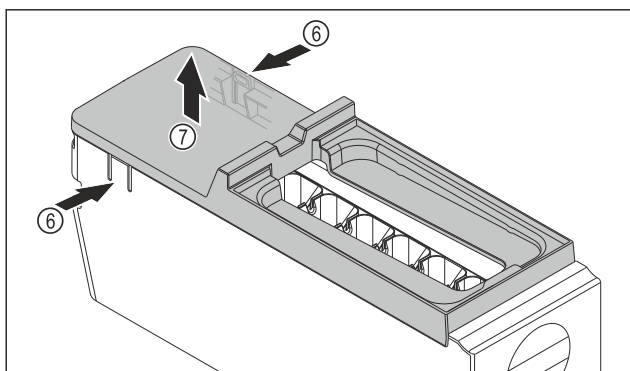

Fig. 83
- ▶ Scoateți apărătoarea corpului EasyTwist-Ice: Apăsați eclisele Fig. 83 (6) de pe ambele părți ale corpului EasyTwist-Ice cu o mână.
- ▶ Scoateți apărătoarea Fig. 83 (7) cu cealaltă mână în sus.